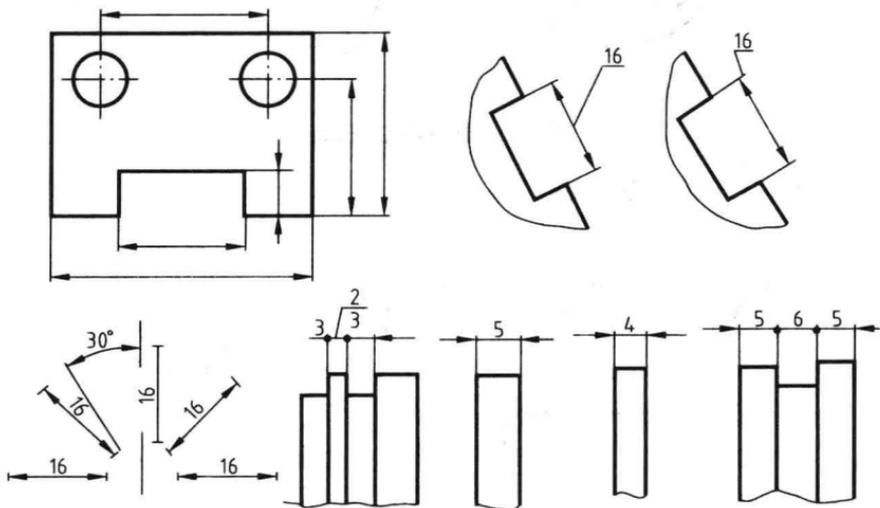

图 1-5 长度线性尺寸注法
(1) 长度线性尺寸注法 (图 1-5)
① 尺寸线应平行于所标的线段。
② 大尺寸注在外面，小尺寸注在里面，以免尺寸线与尺寸界线交织。